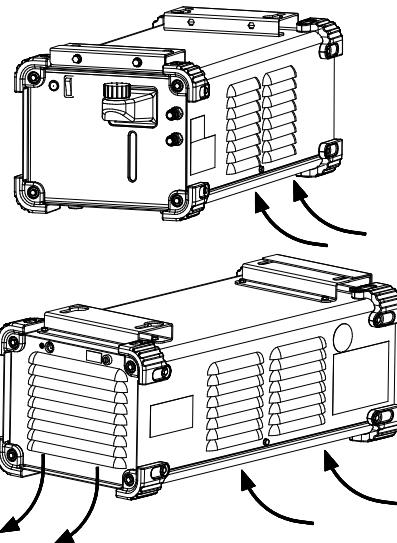

Bild 3.
- 9. **Ventilationsöppningar:** För korrekt kylluftcirculation (bild. 3).